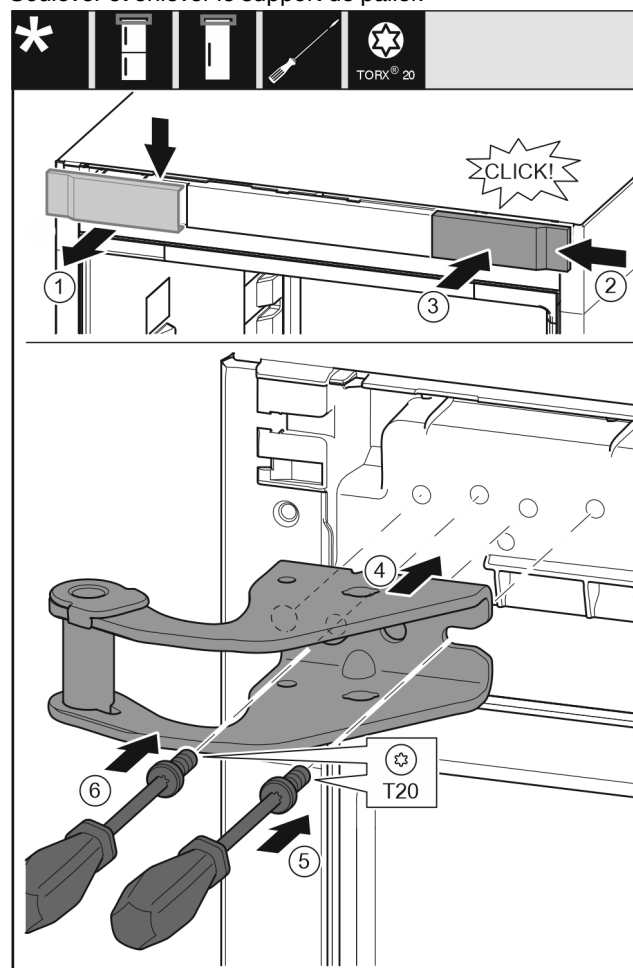

Fig. 10
- Retirer le cache du haut vers l'avant. Fig. 10 (1)
- Accrocher le cache tourné de 180° de l'autre côté à droite. Fig. 10 (2)
- Encliqueter le cache. Fig. 10 (3)
- Mettre en place le support de palier supérieur. Fig. 10 (4)
- Mettre en place la vis avec un tournevis T20 et la serrer. Fig. 10 (5)
- Mettre en place la vis avec un tournevis T20 et la serrer. Fig. 10 (6)